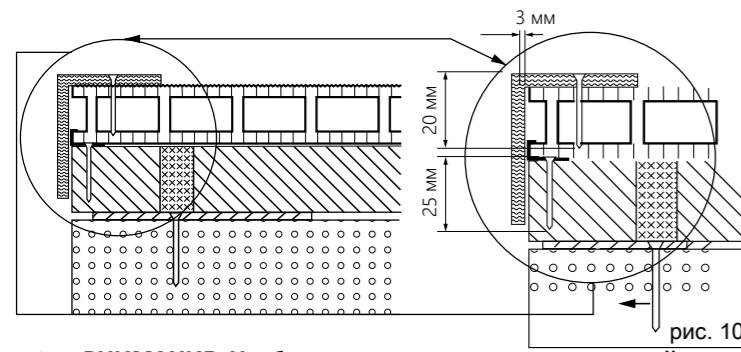

рис. 10
20. Торцы настила закрываются при помощи уголка или нержавеющего профиля для примыкания. Уголок крепится к доскам в настиле на саморезы в предварительно просверленное отверстие на 1-1,2 мм больше, чем диаметр самореза (рис. 10).